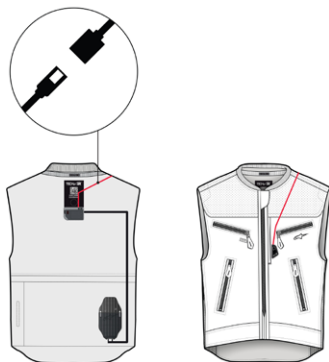

Figura 16
1. Acceda a la Unidad de Control Electrónico (3) presente en el bolsillo situado en la parte posterior del Sistema. Para acceder al bolsillo, abra el chaleco utilizando la cremallera y los parches autoadherentes presentes en la parte interior del chaleco.
2. Desconecte el cable que alimenta la pantalla LED (2), indicado en la figura 16.